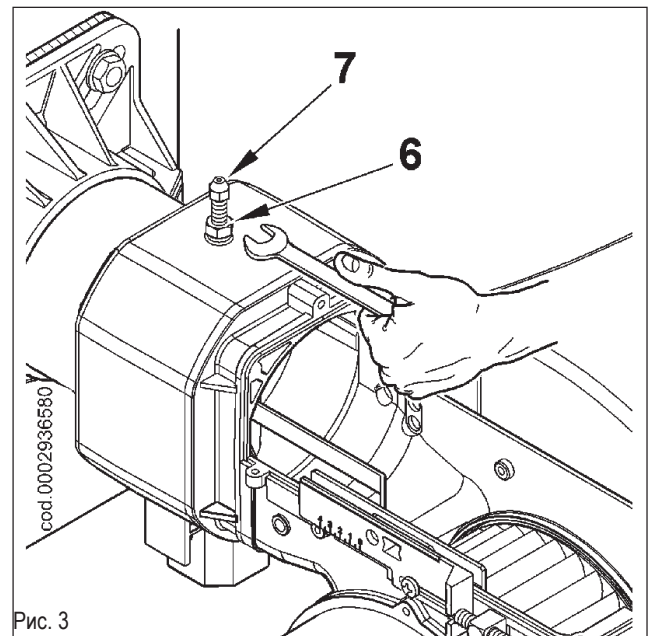

Рис. 3
- После того, как была ослаблена гайка (6), снимите блокирующий винт (7) узла смещения (рисунок 3).